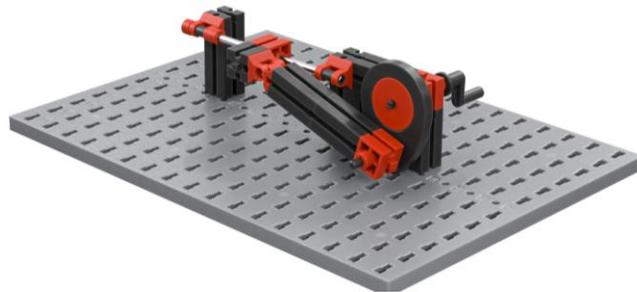

Abb.2: Schubkurbel
1. Ein der Kurbelschwinge sehr ähnliches Getriebe ist die in Abb. 2 gezeigte „Schubkurbel“. Anders als bei der Kurbelschwinge wird hier die Kreisbewegung der Exzentrerscheibe jedoch nicht in eine Schwing-, sondern in eine Schubbewegung umgewandelt: Die Führung durch die Metallachse sorgt dafür, dass sich der Baustein 15 mit Bohrung auf einer geraden Linie hin und her bewegt.